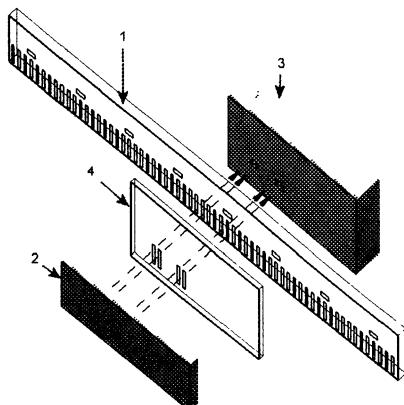

Рис. 1.10. Линейный датчик положения.
**Линейные датчики положения** используются практически во всех современных станках с ЧПУ для точного определения абсолютной или относительной позиции исполнительных органов. Датчики содержат два взаимосвязанных узла: растровую шкалу и считывающую головку (рис.1-10). *Растровая шкала* (1), расположенная вдоль направляющих, представляет собой линейку с маленькими прямоугольными прорезями (растрами). Считывающая головка, перемещающаяся вместе с исполнительным органом станка, состоит из *осветителей* (2), *фотоприемников* (3) и *индикаторной пластины* (4). Причем осветители и индикаторная пластина находятся с одной стороны от растровой шкалы, а фотоприемники с другой.